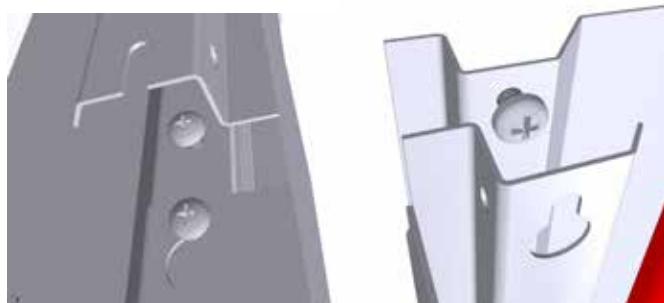

Bild 8. Fäste av gavelplåt i underkant respektive överkant.
- Använd gavelplåtens nyckelhålsfäste i ovankant samt U-spår i nederkant. Häkta fast på förmonterade plåtskruvar på bakstycket och skruva åt. Se bild 8.